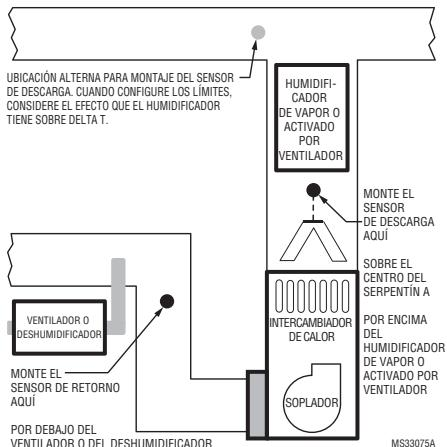

Fig. 2.
2. Siempre que sea posible, monte el sensor de temperatura del aire de descarga por encima de un humidificador de vapor, un humidificador activado por ventilador o un deshumidificador conectado al conducto de suministro. Consulte la Fig. 2–3.
3. Si el espacio no permite la colocación de un sensor de temperatura del aire de descarga por encima de un humidificador de vapor o de un humidificador activado por ventilador, monte el sensor de temperatura del aire de descarga por debajo del humidificador. Consulte la Fig. 2. Cuando configure los límites de Delta T (Refiérase a "Configure los límites Delta T" en la página 18), considere el efecto que el humidificador tiene sobre Delta T.